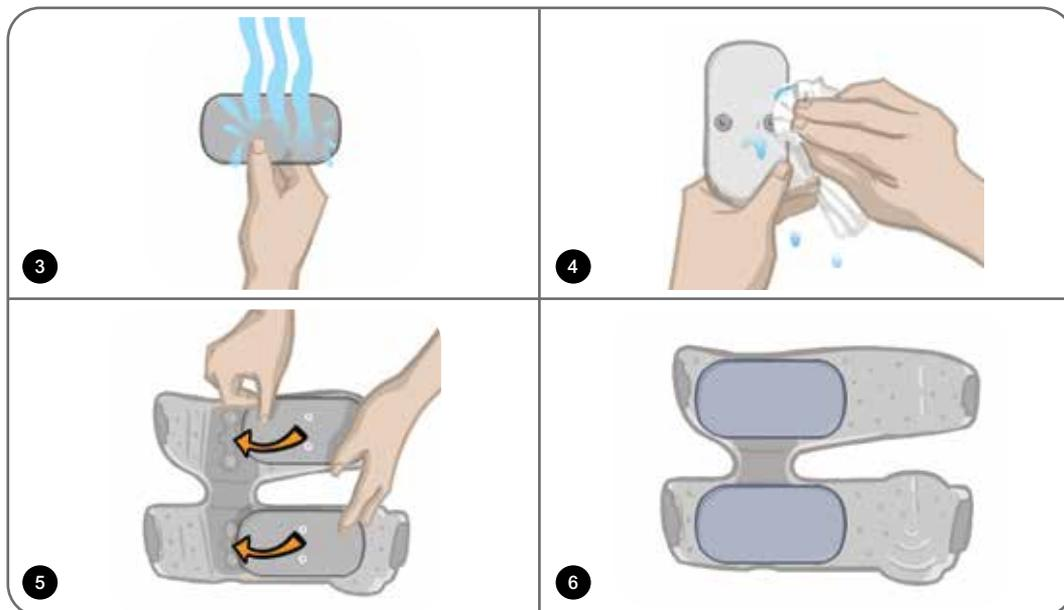

Figure 8-11 : Remplacement des électrodes en tissu du manchon à cuisse
**Pour remplacer les électrodes en tissu du manchon à cuisse : (reportez-vous à la figure 8-11)**